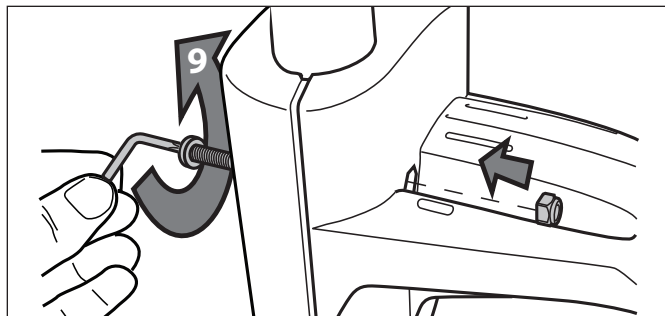
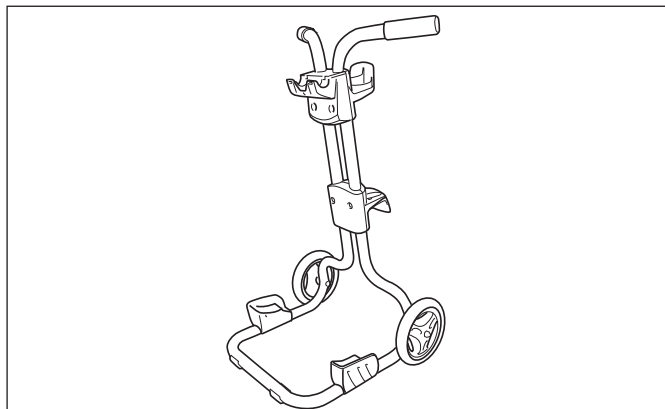

**Figura 6. Coloque los soportes inferiores**
**Figura 7. Asegure los soportes inferiores**
5. Coloque el soporte del cable de corriente abajo como se muestra en la Figura 6. Coloque la placa del soporte del cable frente al soporte del cable de energía. Asegúrelo mediante un tornillo y apriete con la llave Torx. Vea la Figura 7.